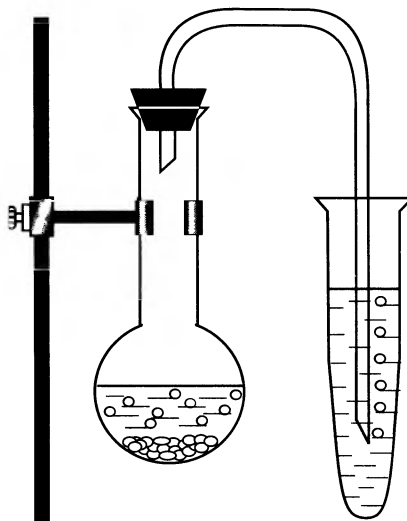

Рис. 63. Прибор для получения оксида серы(IV) и оксида углерода(IV)
В круглодонную колбу или пробирку внесите 2/3 объема кристаллического сульфита натрия и добавьте 1 мл 20%-ной серной кислоты. Колбу быстро закройте пробкой с газоотводной трубкой. Выделяющийся оксид серы(IV) пропускайте в пробирку с дистиллированной водой в течение 5—6 мин (рис. 63). При уменьшении тока газа содержимое колбы слегка подогрейте газовой горелкой. Отставьте пробирку с раствором сернистой кислоты *до окончания нагревания*, чтобы жидкость не перебросило в реакционную колбу.
2. Получение и свойства оксида углерода(IV) (см. рис. 63).